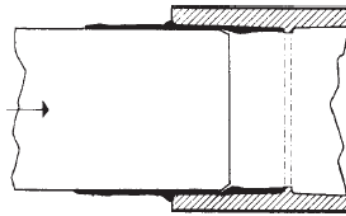

Figura 3 - Revestimento de cola de espessura suficiente
- Se a camada de cola revestindo a superfície do tubo e a camada revestindo a conexão estiverem úmidas quando a junção ocorrer, elas tendem a formar uma camada única. Além disso, se a cola está úmida, as superfícies abaixo da camada de cola estarão amolecidas, garantindo que as superfícies na parte estreita da junção irão se fundir (Figura 3).